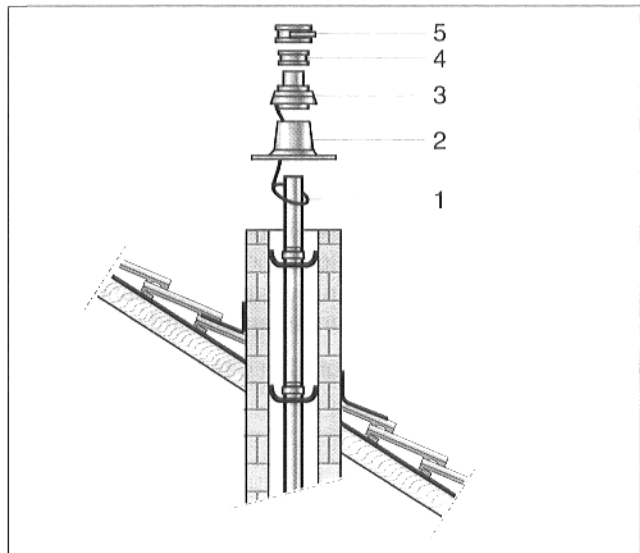

Abb. 12 Montage Schornsteinabschluß
- Edelstahlseil (Abb. 12, Pos. 1) durch die Schacht-
abdeckung (Abb. 12, Pos. 2) ziehen und über das
(Abb. 12, Pos. 3) von oben über das Mündungsrohr
- Silikonmanschette (Abb. 12, Pos. 4) über die Ver-
- Klemmband (Abb. 12, Pos. 5) über die Verbin-